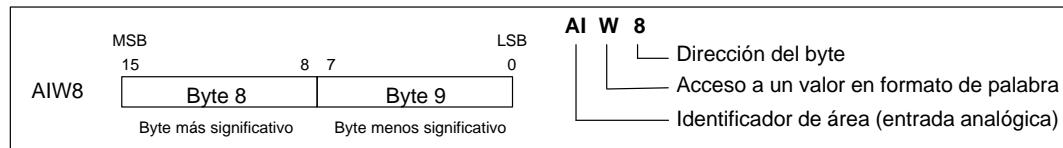

Figura 7-5 Acceso a una entrada analógica
La CPU S7-200 convierte valores reales analógicos (p.ej. temperatura, tensión, etc). en valores digitales en formato de palabra (de 16 bits). A estos valores se accede con un identificador de área (AI), seguido del tamaño de los datos (W) y de la dirección del byte inicial. Puesto que las entradas analógicas son palabras que comienzan siempre en bytes pares (p.ej. 0, 2, 4, etc.), es preciso utilizar direcciones con bytes pares (p.ej. AIW0, AIW2, AIW4, etc). para acceder a las mismas, como muestra la figura 7-5. Las entradas analógicas son valores de sólo lectura.